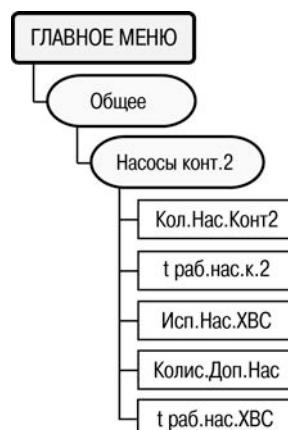

Рисунок 6.20
6.14.12 Параметры, определяющие работу насосов контура 2, задаются через пункт меню //Общее/Насосы конт.2 (рисунок 6.20).